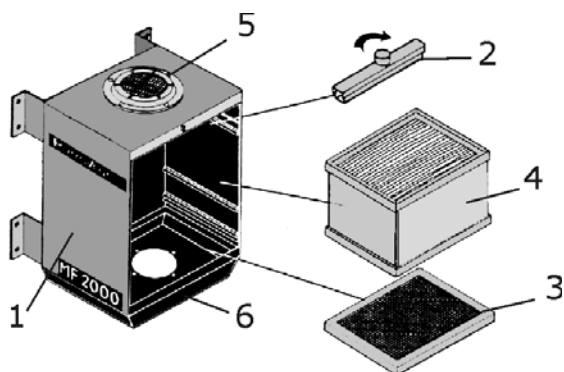

Рисунок 2.1
- Основным фильтрующим элементом в агрегатах MF является фильтр тонкой очистки накопительного типа (см. поз.4 на рис. 2.1), который после заполнения подлежит замене. Фильтры MF рассчитаны на продолжительную работу в закрытых помещениях при следующих климатических условиях:
- 2.2. Общий вид и основные составные части фильтров MF показаны на рис. 2.1